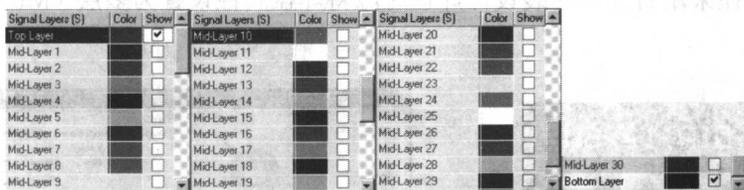

图 1-5 信号层
(1) 信号层：主要用来放置元器件或布线。Protel DXP 通常包含 30 个中间层，即 Mid Layer1~Mid Layer30，中间层用来布置信号线，顶层和底层用来放置元器件或敷铜，如图 1-5 所示。